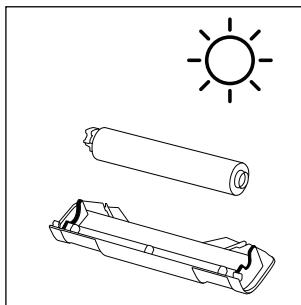

Fig. 37
- ♦ Lad børsterullen **6** og sprøjtebeskyttelsen **7** tørre helt, før du anbringer dem på produktet igen (se fig. 37).